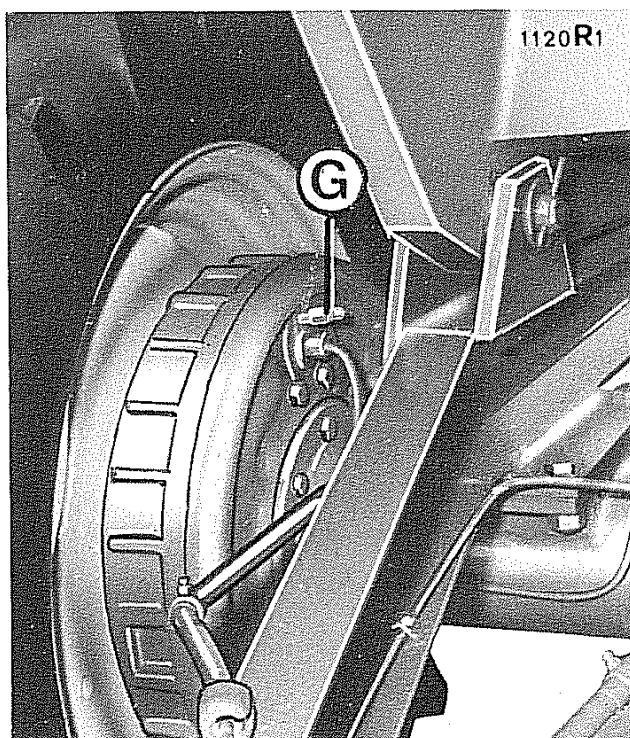

Fig. 20 - Raccordo spurgo aria freno
- Pulire l'estremità del raccordo di spurgo aria **G** (fig. 20) posto su ogni cilindretto, liberando il foro centrale dalle eventuali impurità.